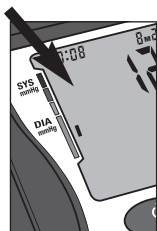

Fig. 6
9. El indicador de hipertensión mostrará el rango de lecturas en la parte izquierda del visor, *Fig. 6*. Para una planilla de interpretación de los resultados del indicador de hipertensión, consulte la página 46.